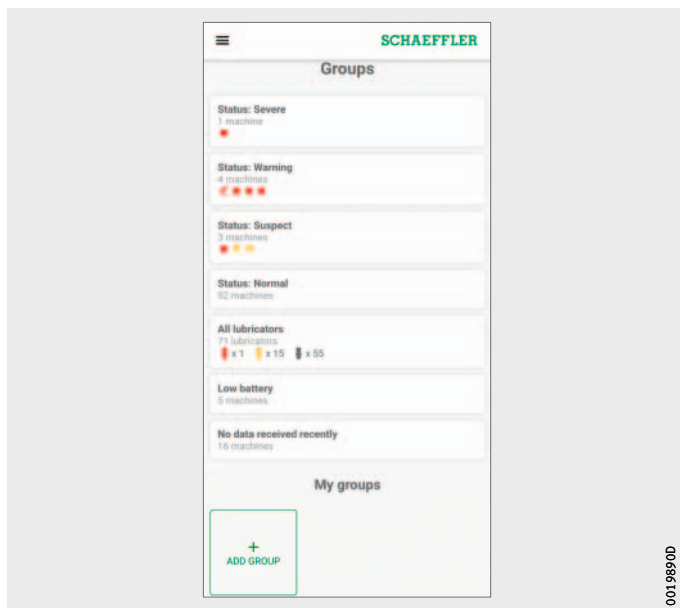

图 31
- ▶ 点击 [Add Group], 第39页, 图 31。